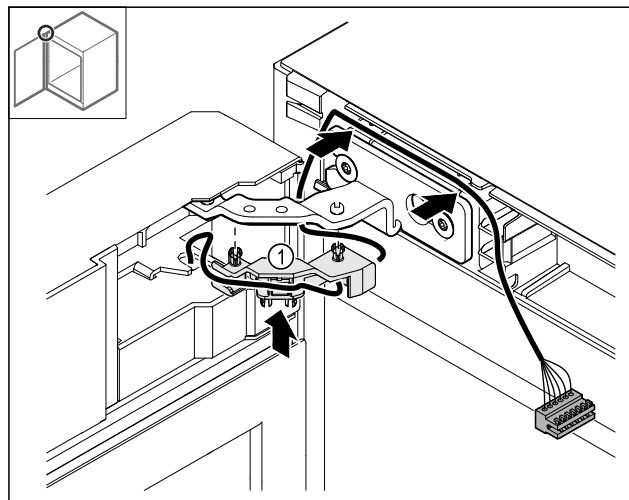

Fig. 44
- ▶ Натиснете държача на кабела Fig. 44 (1) в пантата.